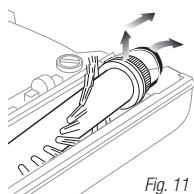

Fig. 11
- 5 Soulevez délicatement le rouleau de la brosse et retirez-le de la courroie. (Fig. 11) Pour remettre le rouleau de la brosse, glissez-le dans le manchon, puis insérez la courroie sur les arêtes du capuchon du rouleau de la brosse. Remettez en place et verrouillez le couvercle d'accès du rouleau.